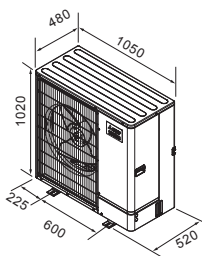

Fig. 2-1
2.2. Wymiary gabarytowe (jednostki zewnętrznej) (Fig. 2-1)